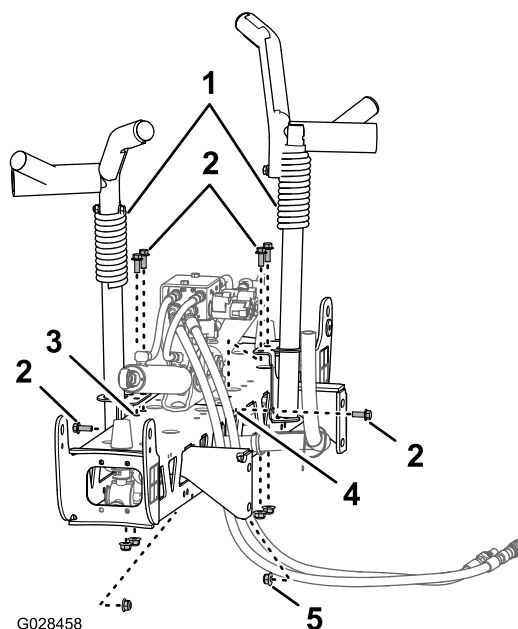
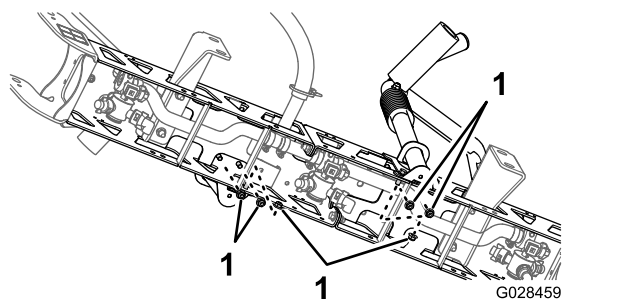

Figure 27
Figure 28
2. Alignez les berceaux de transport de rampe sur la section de rampe centrale (Figure 27).
- Montez les berceaux sur la section de rampe (Figure 27 et Figure 28) à l'aide de 6 boulons ($\frac{3}{8}$ " x 1") et de 6 contre-écrous à embase ($\frac{3}{8}$ ").